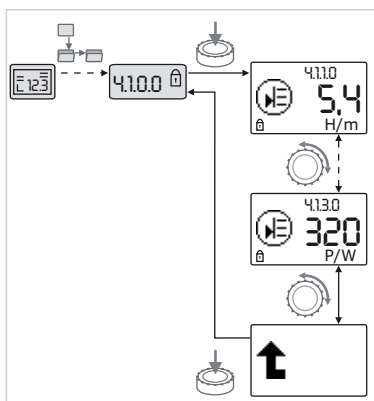

fig.39: Richiamo di informazioni
- Ruotando il pulsante rosso selezionare gli elementi di menu del tipo “Informazioni” dell'attuale sottomenu (vedi fig. 39). Per la spiegazione delle impostazioni rappresentate da simboli vedi tabella nel capitolo 8.7 “Riferimento elementi di menu” a pagina 91”.